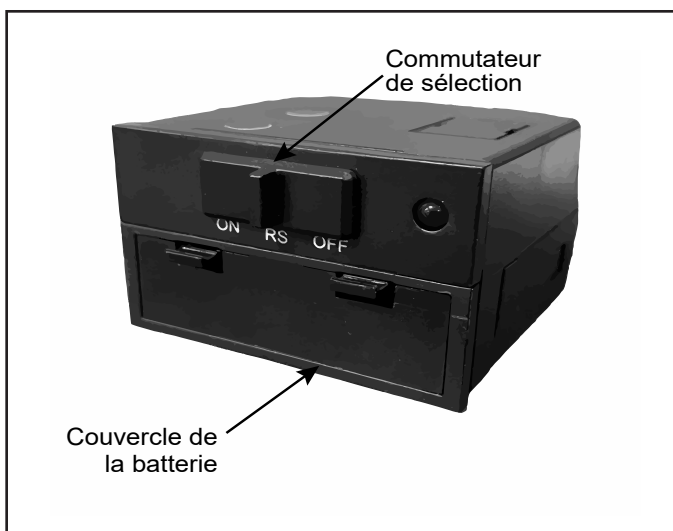

Figure 7.2 Capteur infrarouge
- L'ensemble de bûches à évacuation de la série Duzy est livré de série avec une télécommande à piles avec interrupteur Marche/Arrêt (ON/OFF) intégré. Voir la figure 7.2.